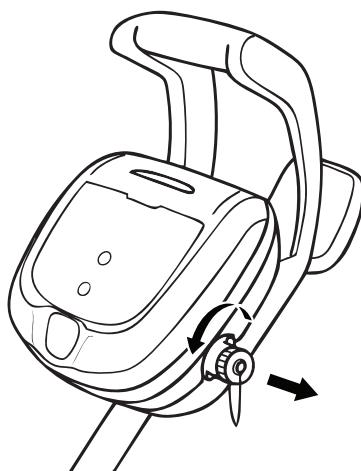

Figura 11. Saque la tapa protectora
- **EE. UU.: Según los requisitos del NEC®, mantenga la unidad de control por lo menos a un metro y medio (1,5 m) (5 pies) del borde del agua (piscina / spa).** **CANADÁ: Según los requisitos del NEC®, mantenga la unidad de control por lo menos a tres (3) m (10 pies) del borde del agua (piscina / spa).**
1. Desatornille la tapa protectora del cable de suministro eléctrico desde el costado de la unidad de control en el sentido de las agujas del reloj (Figura 11).